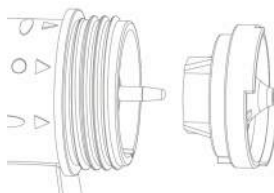

Рис. 13
11.11. Снова соберите сопло и установите обратно на краскораспылитель (Рис. 13).